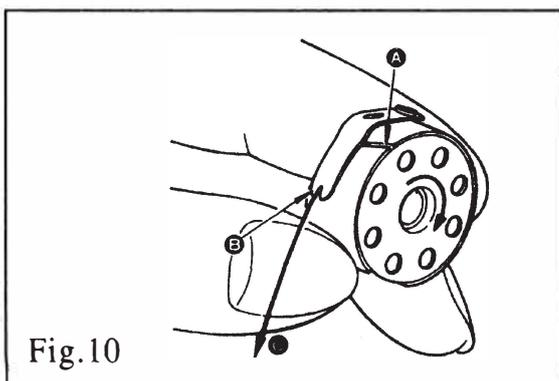

Fig.10
- 2) Afloje el tornillo (2), y sujete la aguja (1) con su parte dentada A orientada exactamente a la derecha en la dirección B.
- 4) Apriete firmemente el tornillo (2).
8. COLOCACIÓN DE LA CANILLA EN EL CANILLERO (FIG. 10)